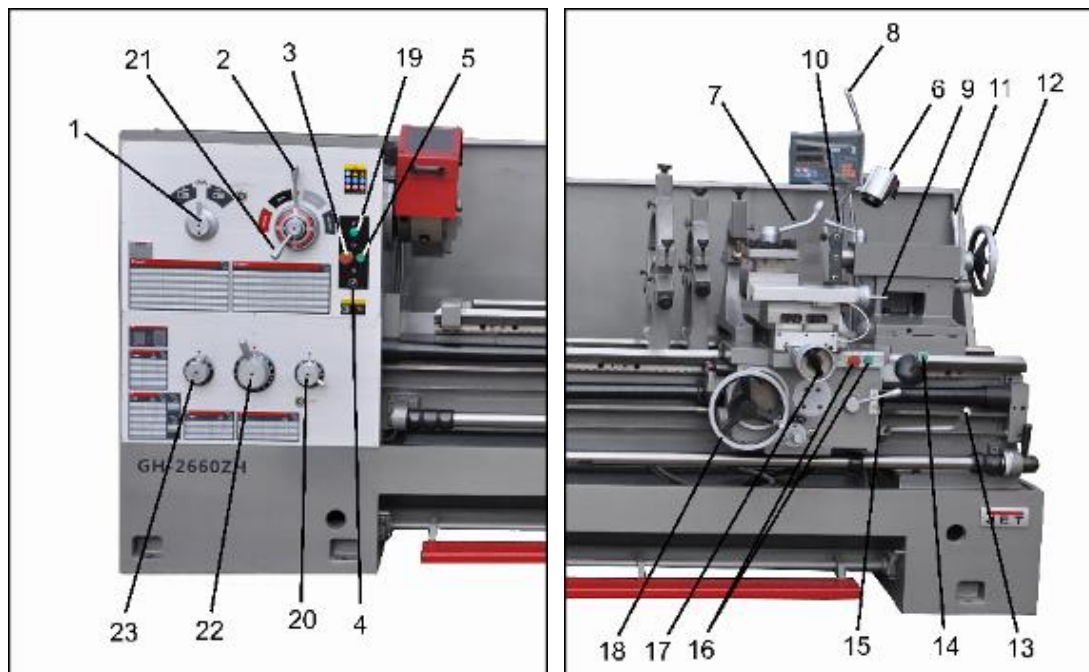

Рис. 5. Схема расположения элементов управления станком.
После включения питания проверьте, в правильном ли направлении вращается двигатель. **(рукоятка 13 рис.5 вниз, вращение шпинделя на вас (против часовой стрелки))**
**5.1. Все элементы управления токарным станком показаны на рис. 5.**